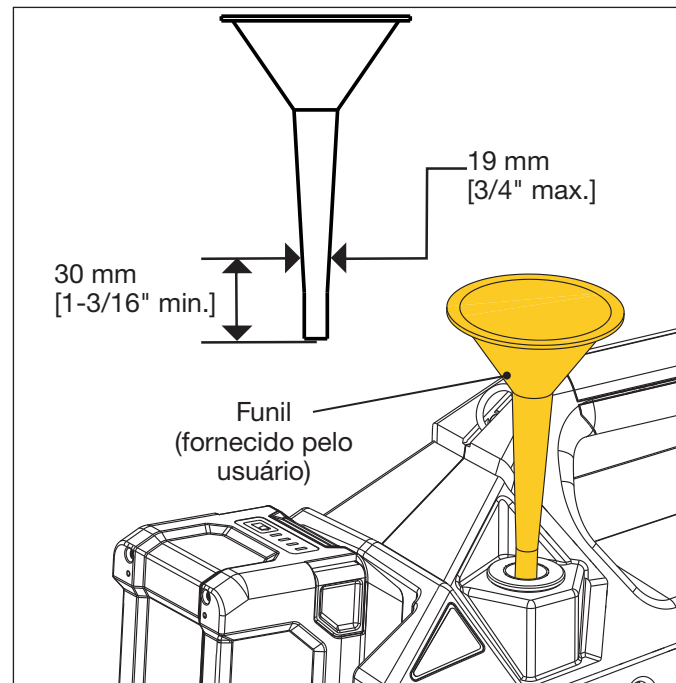

Figura 13: Adição de Óleo Usando Funil
4. Coloque um funil (máximo de 19 mm [3/4"] de diâmetro externo da haste e pelo menos 30 mm [1-3/16"] de comprimento) através da abertura de enchimento e insira-o no tubo de enchimento de óleo. Veja Figura 13.